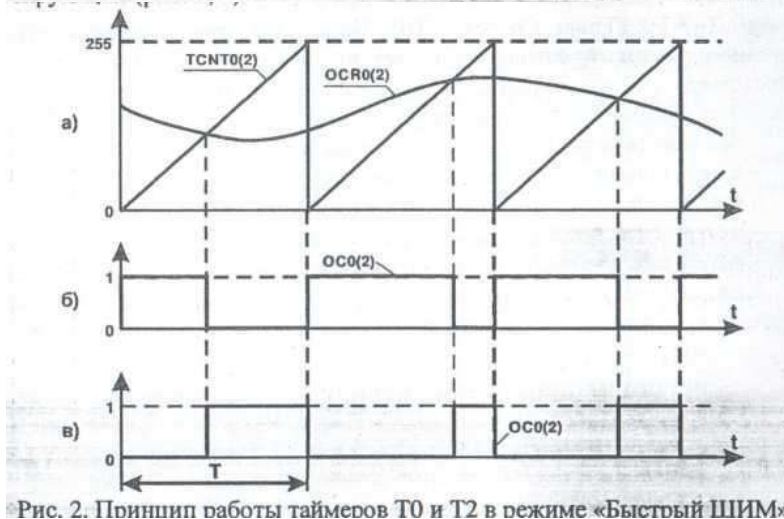

Рис. 2. Принцип работы таймеров T0 и T2 в режиме «Быстрый ШИМ»
В режиме *быстрого ШИМ* счетный регистр TCNT0(2) таймера производит формирование пилообразной развертки (рис. 2, а), инкрементируя свое значение по каждому импульсу с предделителя, который устанавливается в регистре управления TCCR0(2) таймера T0(T2). При достижении счетным регистром значения 255 происходит его автоматическое обнуление.
В регистрах сравнения OCR0(2) таймеров T0 и T2 может быть записано любое число от 0 до 255. С этим числом сравнивается значение счетного регистра TCNT0(2) и при их равенстве происходит переключение вывода таймера OC0 или OC2 в соответствии с настройками регистра управления TCCR0(2) таймера. Вслучае, если при совпадении TCNT0(2)=OCR0(2) вывод OC0(2) таймера обнуляется, то ШИМ получается неинвертирующим (рис. 2, б), а если при совпадении вывод устанавливается в состояние логической «1», то ШИМ инвертирующий (рис. 2, в).